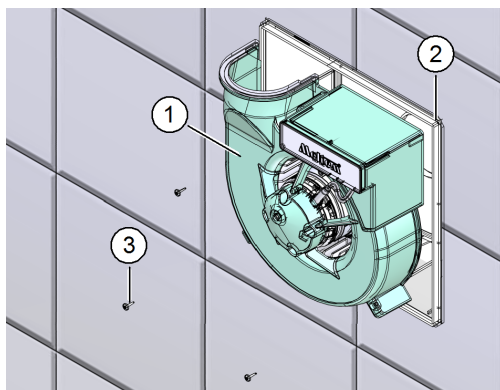

Рис. 7: установить двигатель вентилятора
- ▶ Расположите двигатель вентилятора (поз. 1 на рис. 7) таким образом, чтобы вытяжное отверстие двигателя вентилятора совпало с вытяжным отверстием корпуса (поз. 2 на рис. 7).
- ▶ Закрепите двигатель вентилятора тремя винтами с крестообразным шлицем (поз. 3 на рис. 7) 3,5 x 12.